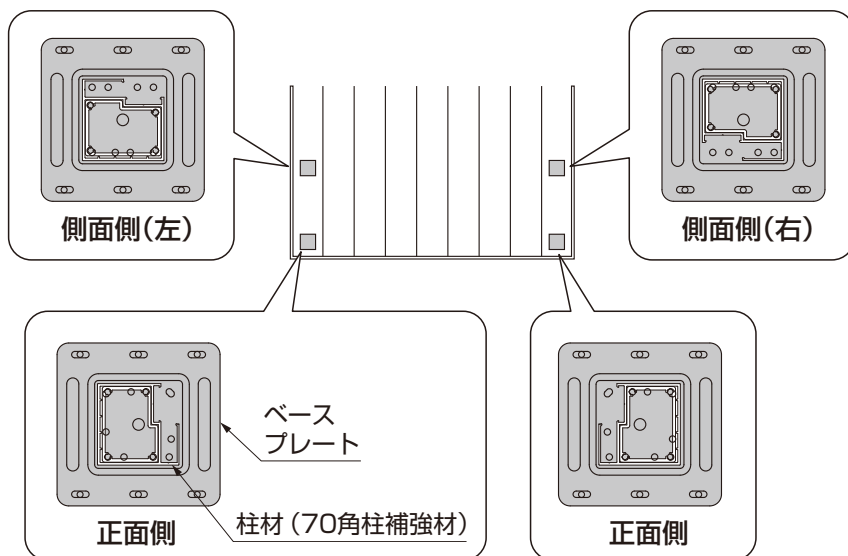

図4-1 ベースプレートと柱材の向き
- 取付けの向きは図4-1を参照してください。
- ベースプレートの向きにより70角柱補強材を固定する穴が異なりますので注意してください。(図4-1、図4-2参照)
②柱材をデザイナーズパーツフェンス70角柱補強材に挿入してください。